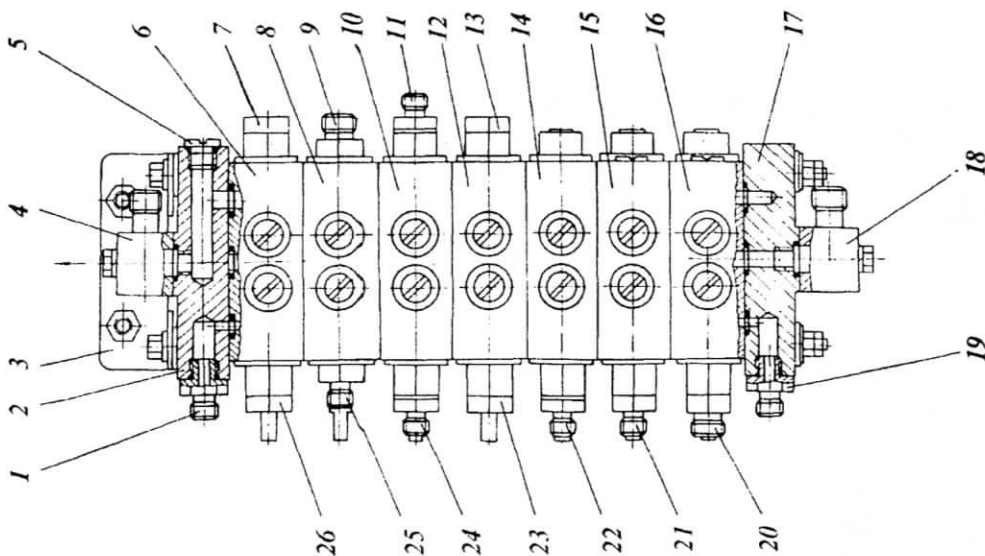

Рисунок 3.4 - Гидрораспределитель основной 7RM50-23:
**Гидроагрегат** основной гидросистемы комбайна предназначен для управления и привода в действие потребителей гидросистемы. Он закреплен на бункере и состоит из семи рабочих секций (таблица 3.1 и рисунок 3.4), управление которыми осуществляется с помощью расположенных в кабине рукояток, соединенных с золотниками секций при помощи регулируемых по длине тяг.